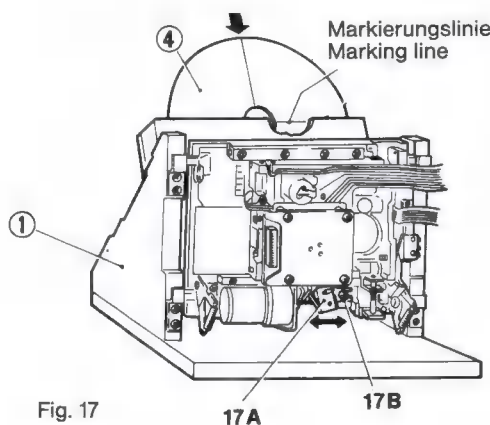

Fig. 17
In den Plattenschacht wird Lehre ④ eingelegt, Plattenschacht mit Taste OPEN/CLOSE schließen und wieder öffnen. Der Mikroschalter 17A wird so eingestellt, daß die waagrechte Strichmarkierung der Lehre ④ mit der Oberkante des Plattenschachtes in einer Linie liegt (Fig. 17).
Insert the control disc ④ into the flap, close the flap (OPEN/CLOSE key), reopen by pressing on the OPEN/CLOSE key. Adjust the switch 17A with the screw 17B. The horizontal line on the control disc ④ should be at the same level as the upper edge of the flap (Fig. 17).
Introduire dans le volet le disque de contrôle ④, fermer le volet, touche OPEN/CLOSE, l'ouvrir en appuyant sur la touche OPEN/CLOSE. Régler l'interrupteur, 17A avec la vis 17B. Le trait horizontal du disque de contrôle ④ doit être à la même hauteur que le bord supérieur du volet (Fig. 17).
In den Plattenschacht wird Lehre ④ eingelegt, Plattenschacht mit Taste OPEN/CLOSE schließen und öffnen. Der Mikroschalter 20 D wird so eingestellt, daß die waagrechte Strichmarkierung der Lehre ④ in einer Linie mit der Oberkante des Plattenschachtes liegt (Fig. 17).
Insert the control disc into the record holder flap ④. Close and reopen the flap by pressing on the OPEN/CLOSE button. Adjust the switch 20 D. The horizontal line on the control disc ④ should be at the same height as the upper edge of the flap (Fig. 17).
Introduire dans le volet porte-disque le disque de contrôle ④ fermer, puis ouvrir le volet en appuyant sur la touche »OPEN/CLOSE«. Régler l'interrupteur 20 D le trait horizontal du disque de contrôle ④ doit être à la même hauteur que le bord supérieur du volet (Fig. 17).